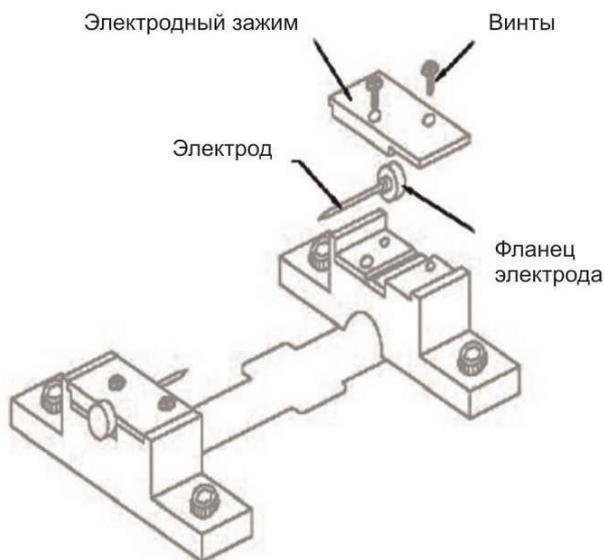

Рис. 4-6
- 2) Извлеките старые электроды. Данная процедура изображена на рис. 4-6.